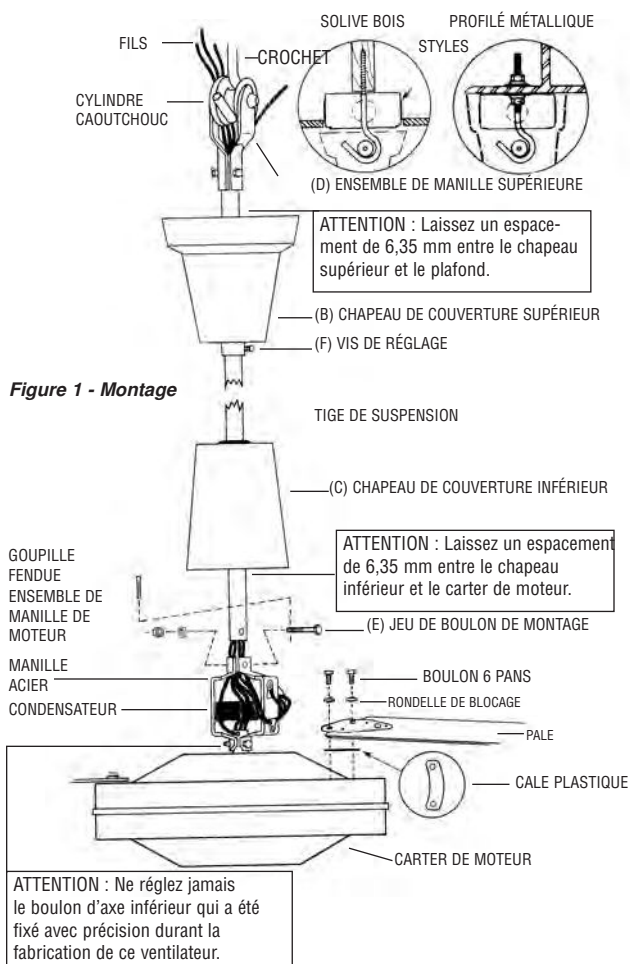

Figure 1 - Montage
2. Sur l'ensemble de manille de moteur (A) enlevez la goupille fendue et desserrez l'écrou 6 pans (E). Enlevez soigneusement la rondelle élastique et l'écrou 6 pans (voir la Figure 1).
3. Faites glisser le chapeau de couverture supérieur (B) en forme de cloche en le remontant sur la tige. Faites aussi glisser le chapeau de couverture inférieur (C) vers le haut de la tige.
4. Passez les 5 fils et le câble de sécurité au travers du trou central de la manille acier de connexion au-dessus du moteur (A), puis continuez de passer fils et câble au travers de la tige creuse de suspension jusqu'à ce qu'ils ressortent par l'extrémité de manille supérieure.
5. Montez la tige de suspension sur la manille de moteur (A) et remplacez le vis 6 pans. Serrez l'écrou 6 pans sur la rondelle élastique et écartez la goupille.
ATTENTION : Les pales doivent être fixées sur le moteur comme montré en Figure 1. N'inversez PAS les pales à l'installation.